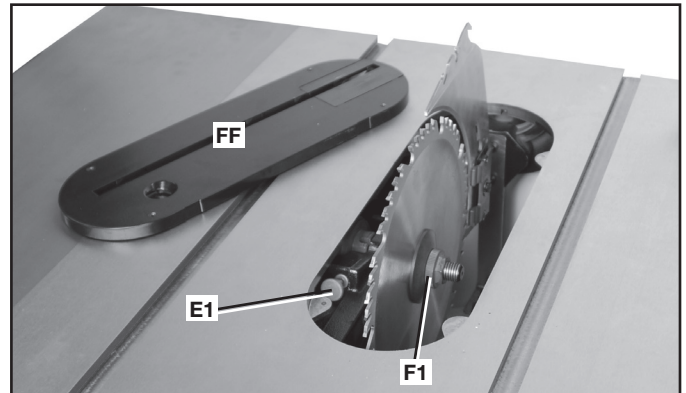

FIG. 52
1. Retire la placa para ranuras (FF), Fig. 52, y eleve la hoja de la sierra a la altura máxima.
2. De ser necesario, retire la hoja usada al presionar el botón rojo de bloqueo del eje (E1), Fig. 52. Use la llave para eje incluida para retirar la tuerca de retención de la hoja (F1). Retire la hoja usada.